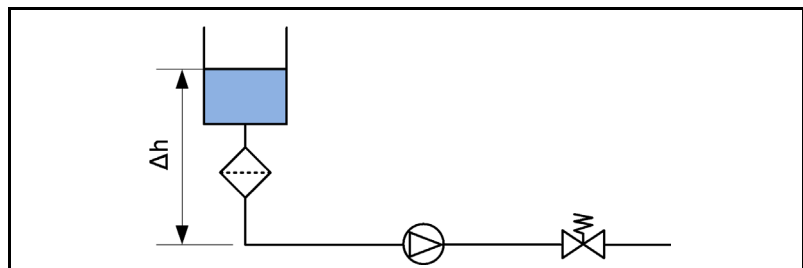

Fig. 55: Montage vérification de pression
1. Monter le système conformément à Fig. 55.